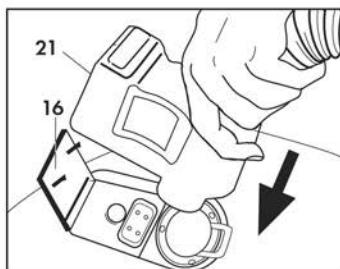

Fig. 6
Abrir completamente la portezuela de la toma accesorios (16) e introducir el empalme rápido del tubo flexible (21) en la toma situada en la parte anterior del aparato, apretando a fondo. Cerrar la portezuela de la toma accesorios (16) en el cuerpo del empalme rápido asegurándose de que los dos detalles se acoplen (**Fig. 6**).